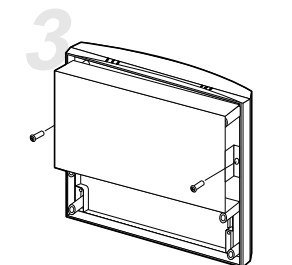

Fig. 3
- togliere le viti indicate e il pannello metallico (Fig.3);